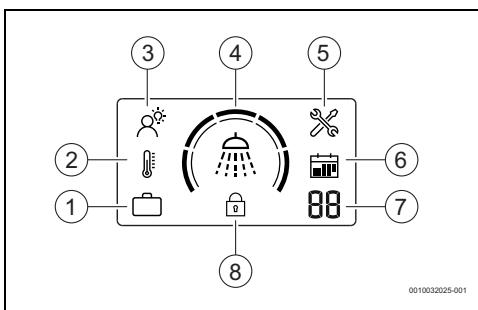

fig. 5 Montimi i pulnit me ekran
- Shtypni tastin  derisa modaliteti SMART të shfaqet në ekran (→ Fig. 5 [3]).
- Shtypni tastin  derisa në ekran të shfaqet modaliteti Manual (→ Fig. 5 [2]).
- Shtypni tastin  derisa në ekran të shfaqet modaliteti Vacation (→ Fig. 5 [1]).
- Shtypni tastin  përfshirë caktuar numrin e dëshiruar të ditëve të pushimit (→ Fig. 5 [7]).
Ky funksione e kyç panelin e kontrollit (\rightarrow Fig. 5 [8]).